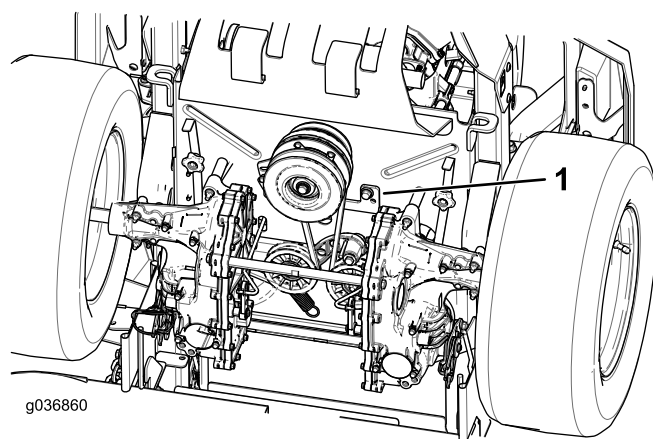

Рисунок 63
- Снимите упор муфты (Рисунок 63).
9. Установите упор муфты (Рисунок 63).